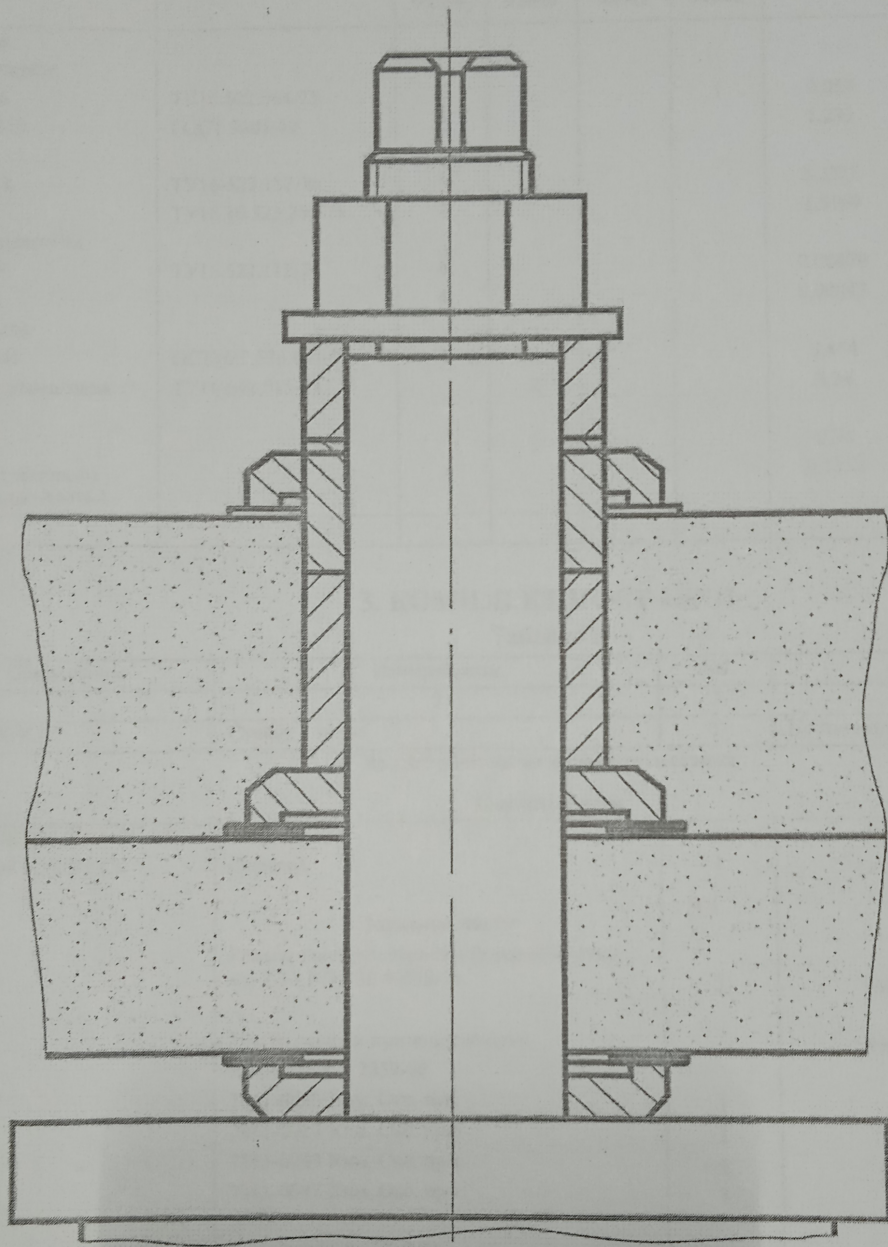

Рис.4 Крепление круга на оправке шпинделя
12.2.3. Крепление шлифовального круга	рис.4